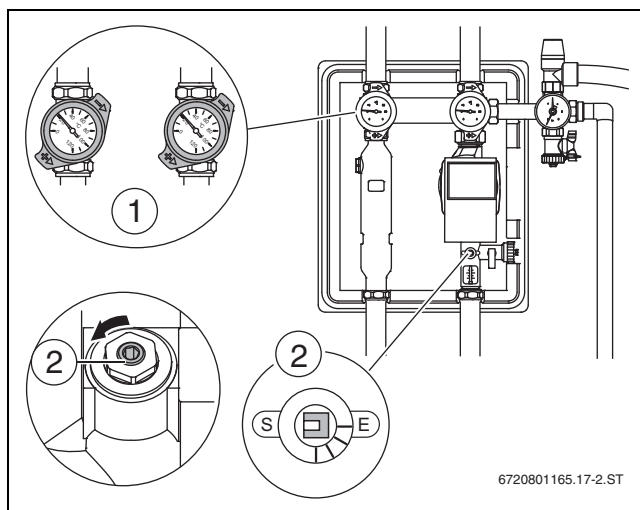

Fig. 32 Dispositivos de corte abertos
- ▶ Colocar as válvulas de esfera (→ fig. 32, [1]) nos termómetros em 45° e abrir o limitador de caudal (→ fig. 32, [2]) assim como os outros dispositivos de corte.